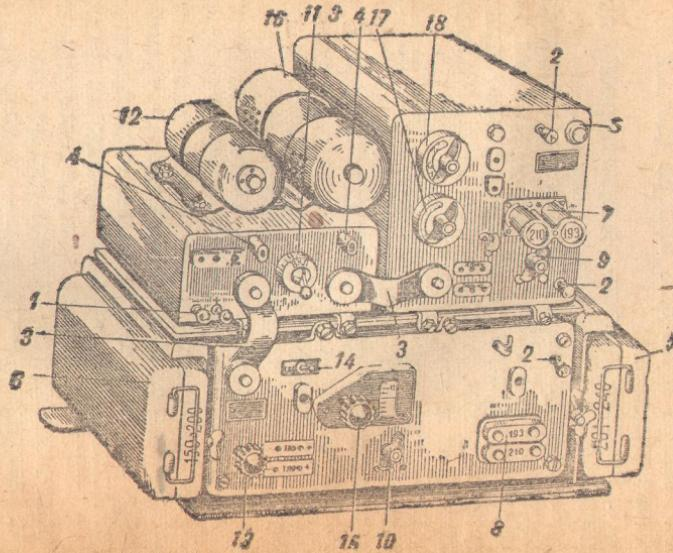

Рис. 1. Общий вид радиостанции (крышки с передних панелей сняты):
(см. рис. 1)
4. Проверь надёжность крепления проводов к зажимам «+» и «—» (см. на рис. 1 деталь, отмеченную цифрой 1) на блоке питания и к зажиму «A» на передней панели передатчика и «An» на панели приёмника (смотри на рис. 1 деталь, отмеченную цифрой 2).
5. Проверь надёжность крепления колодок шлангов питания (деталь 3 на рис. 1).